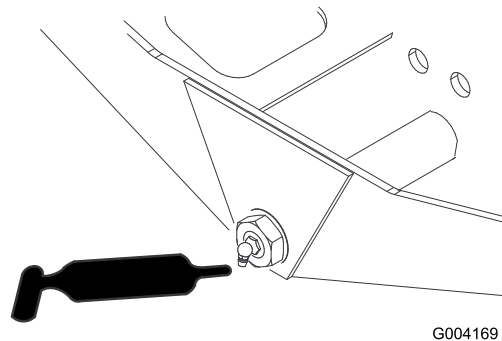

Bild 46
- Achsenlenkungsgelenk (1) (Bild 46)